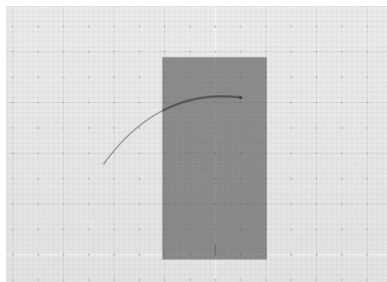

图 4-133 修剪结果报错
2) 使用曲线修剪曲面。默认修剪结果如图 4-133 所示，出现红色区域显示错误。